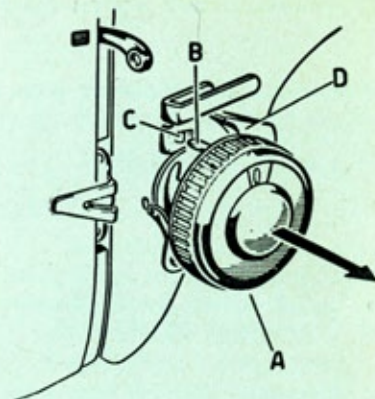

Fig. 32
- Place knob « A » (Fig. 32) on 0.